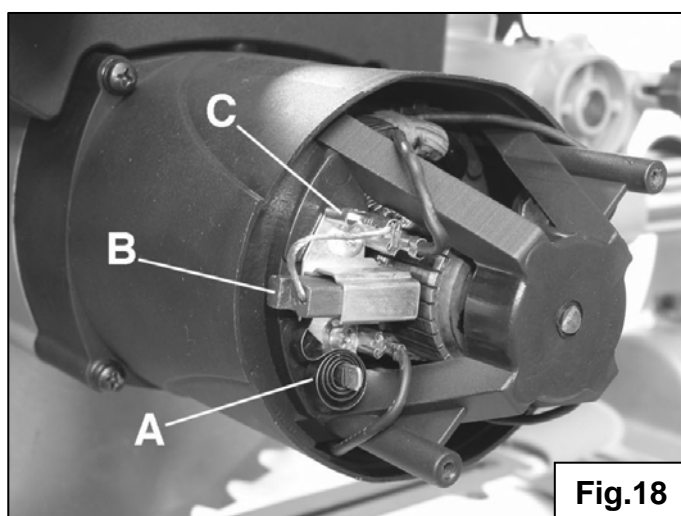

Fig.18
I porta spazzole **Fig.18** si trovano all'interno del carter del motore. Sostituite le due spazzole quando il carbone di una spazzola è usurato e non è lungo più di 5 mm, o se una molla o un filo è bruciato o danneggiato. Se le spazzole sono ancora utilizzabili dopo l'ispezione, rimontatele nella posizione in cui si trovavano all'inizio.
2. Una volta tolto il carter del motore, potete togliere le spazzole (**B**) **fig.18**. Abbassate la molla di trattenuta (**A**), scollegate il filo (**C**) della spazzola.